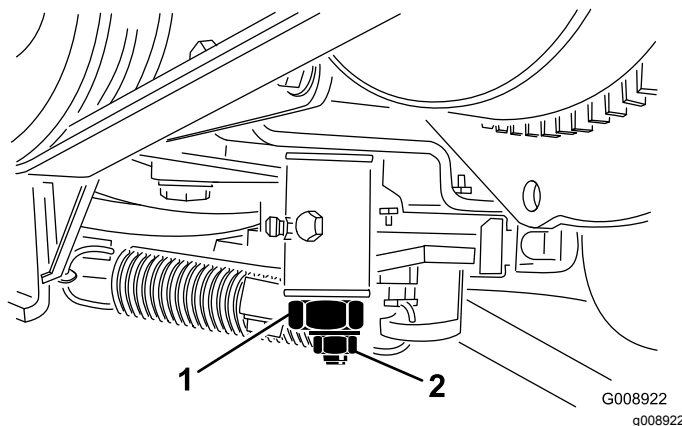

Figura 53
4. Afloje la contratuerca de la leva de ajuste de tracción (Figura 53).